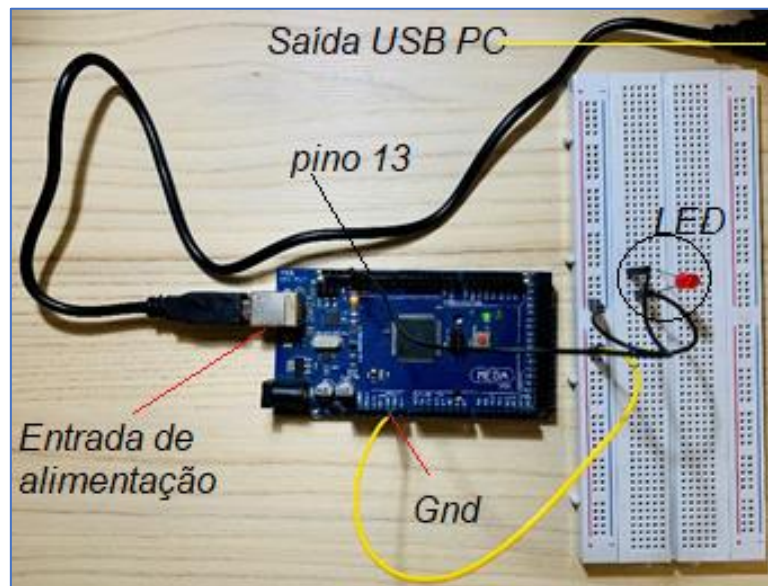

Figura 4 – Protótipo em placa de protoboard para teste do circuito do exemplo de uso da função `digitalWrite()`
- O protótipo do circuito correspondente ao código da Figura 2 (exemplo 1) montado em placa de *protoboard* está apresentado na Figura 4. A placa está alimentada pela saída USB do *desktop* na entrada de alimentação USB da placa Arduino. O pino 13 está conectado ao anodo do LED. O catodo do LED está conectado ao terra (*ground*) da placa de *protoboard* e da placa – todos utilizando o mesmo referencial de potencial.